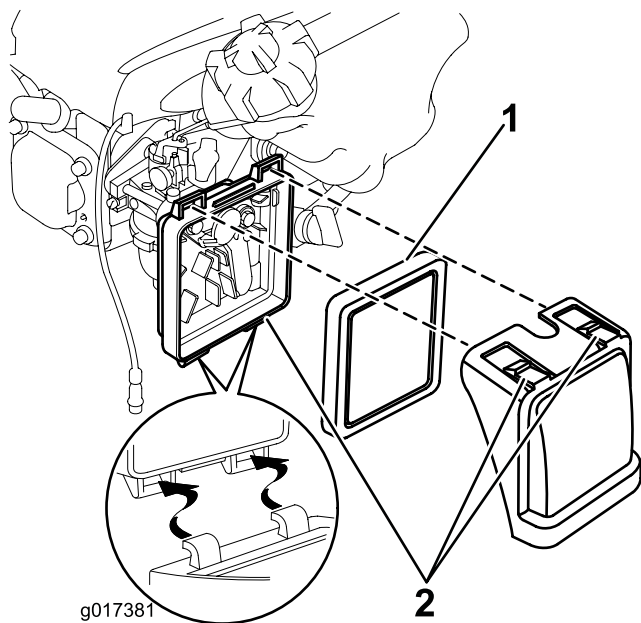

Рисунок 16
1. Нажмите книзу на язычки защелок наверху крышки воздухоочистителя (Рисунок 16).
2. Откройте крышку (Рисунок 16).
3. Извлеките фильтр (Рисунок 16).
6. Установите фильтр в воздухоочиститель (Рисунок 16).
7. Установите крышку на место (Рисунок 16).